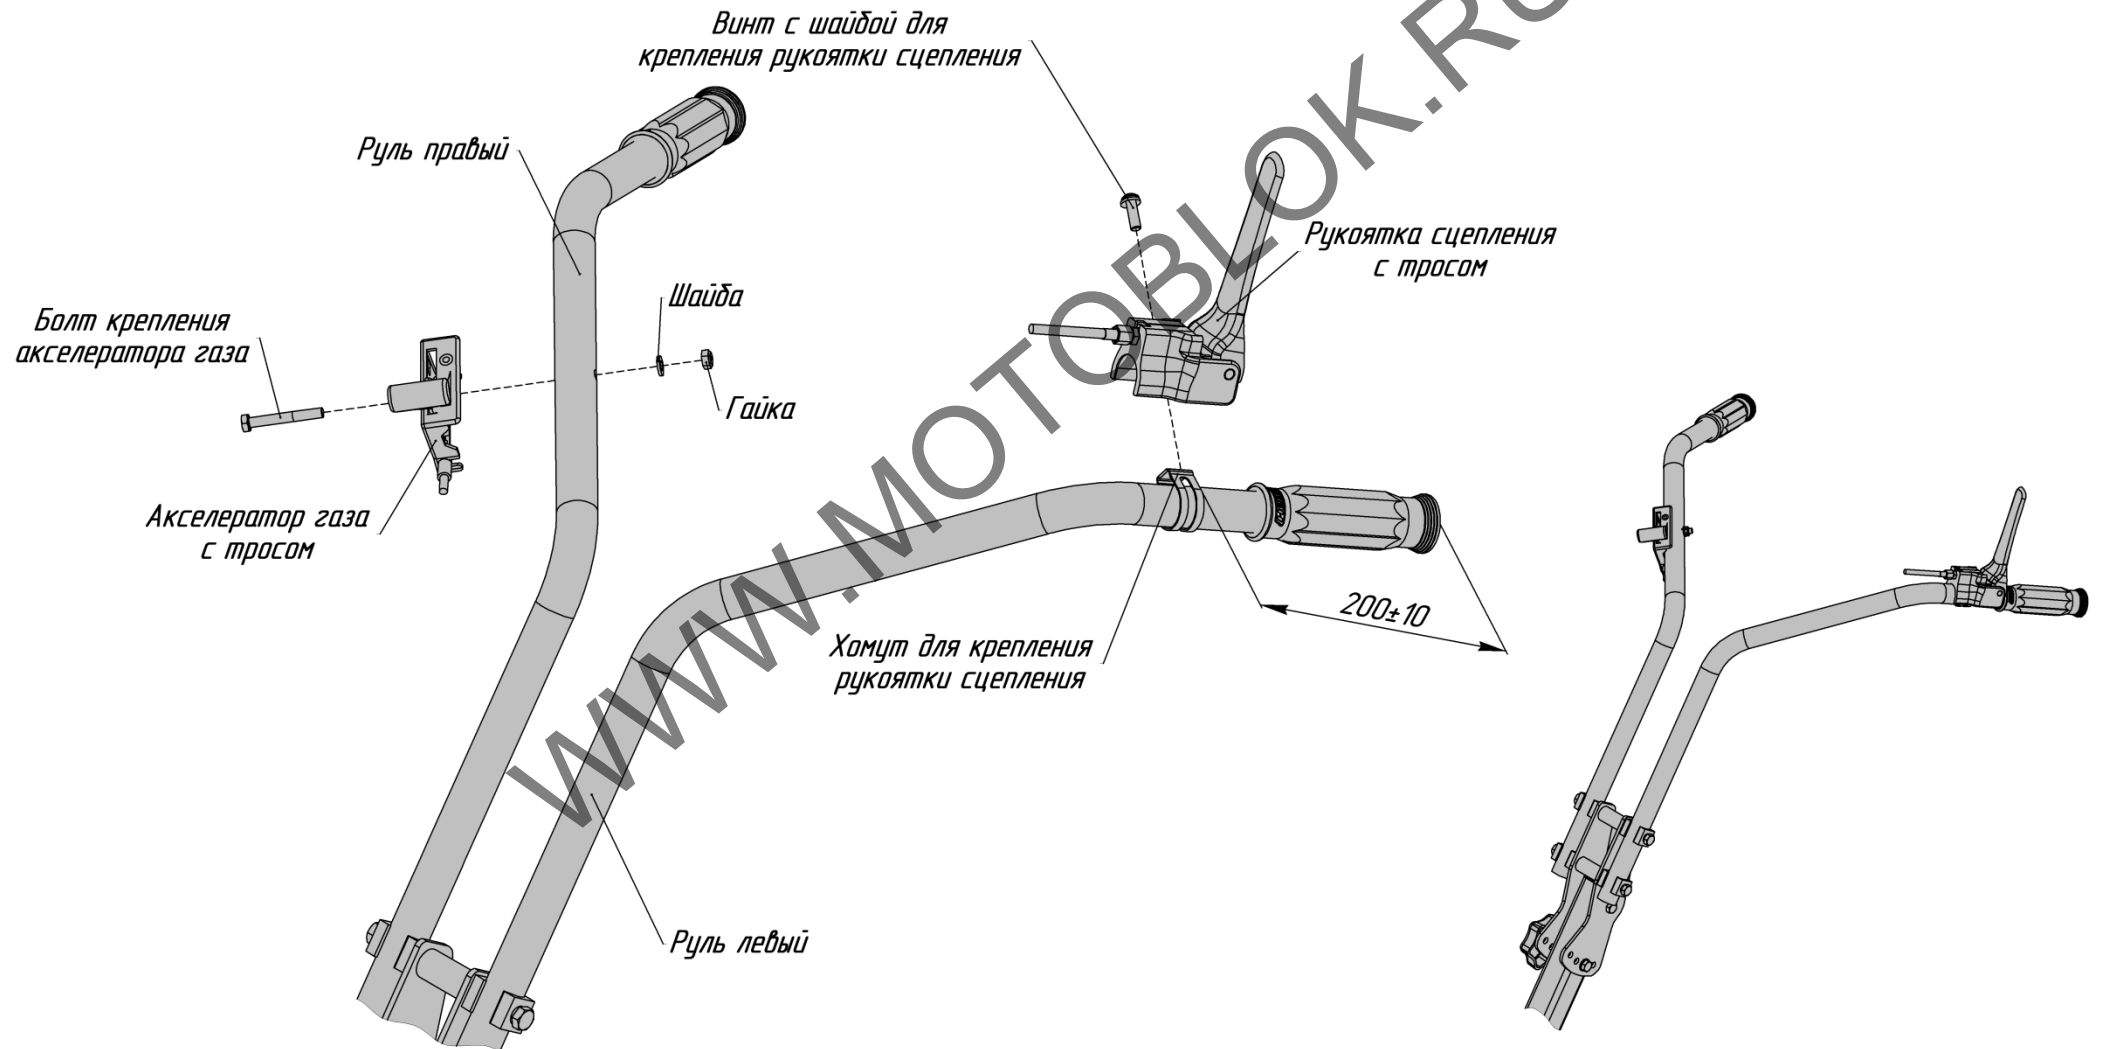

Рис.10 Установка акселератора газа и рукоятки сцепления на руль мотокультиватора
8. Установить акселератор газа и рукоятку сцепления на руль мотокультиватора согласно рис.10.